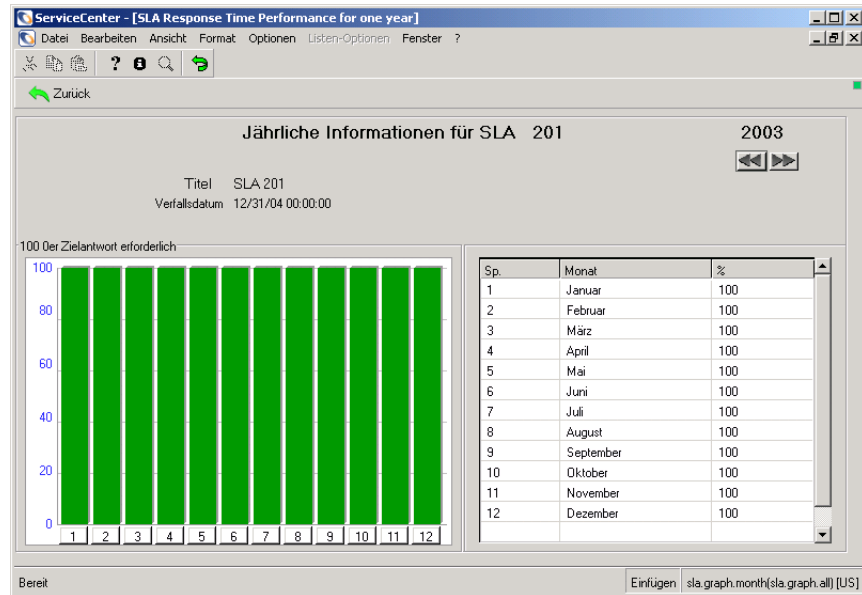

Abbildung 9-29: Jahresreaktionsleistung für einen einzelnen SLA
- 4 Klicken Sie auf die Nummernschaltfläche einer Spalte, um den Reaktionszeitstatus eines einzelnen SLAs anzuzeigen (siehe Abbildung 9-29).